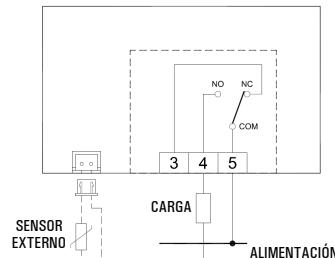

Fig. 7
- 5 Realizar las conexiones eléctricas, siguiendo los esquemas de conexión de Fig. 7 y 8.